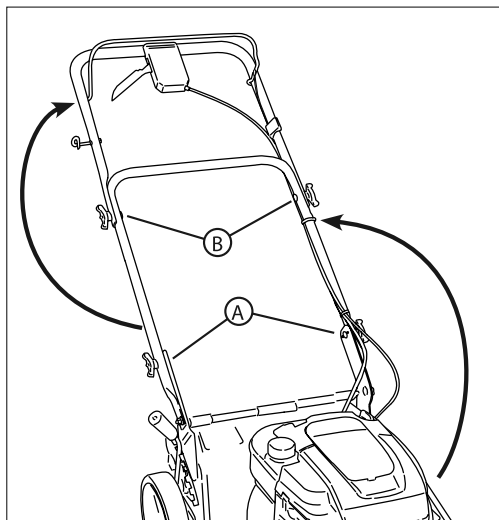

Рис. 1. Развертывание рукоятки
1. Снимите ручки, шайбы и болты с квадратным подголовком с нижней рукоятки (А, рис. 1).
4. Ослабьте верхние ручки на рукоятке, но не снимайте их (В, рис. 1).